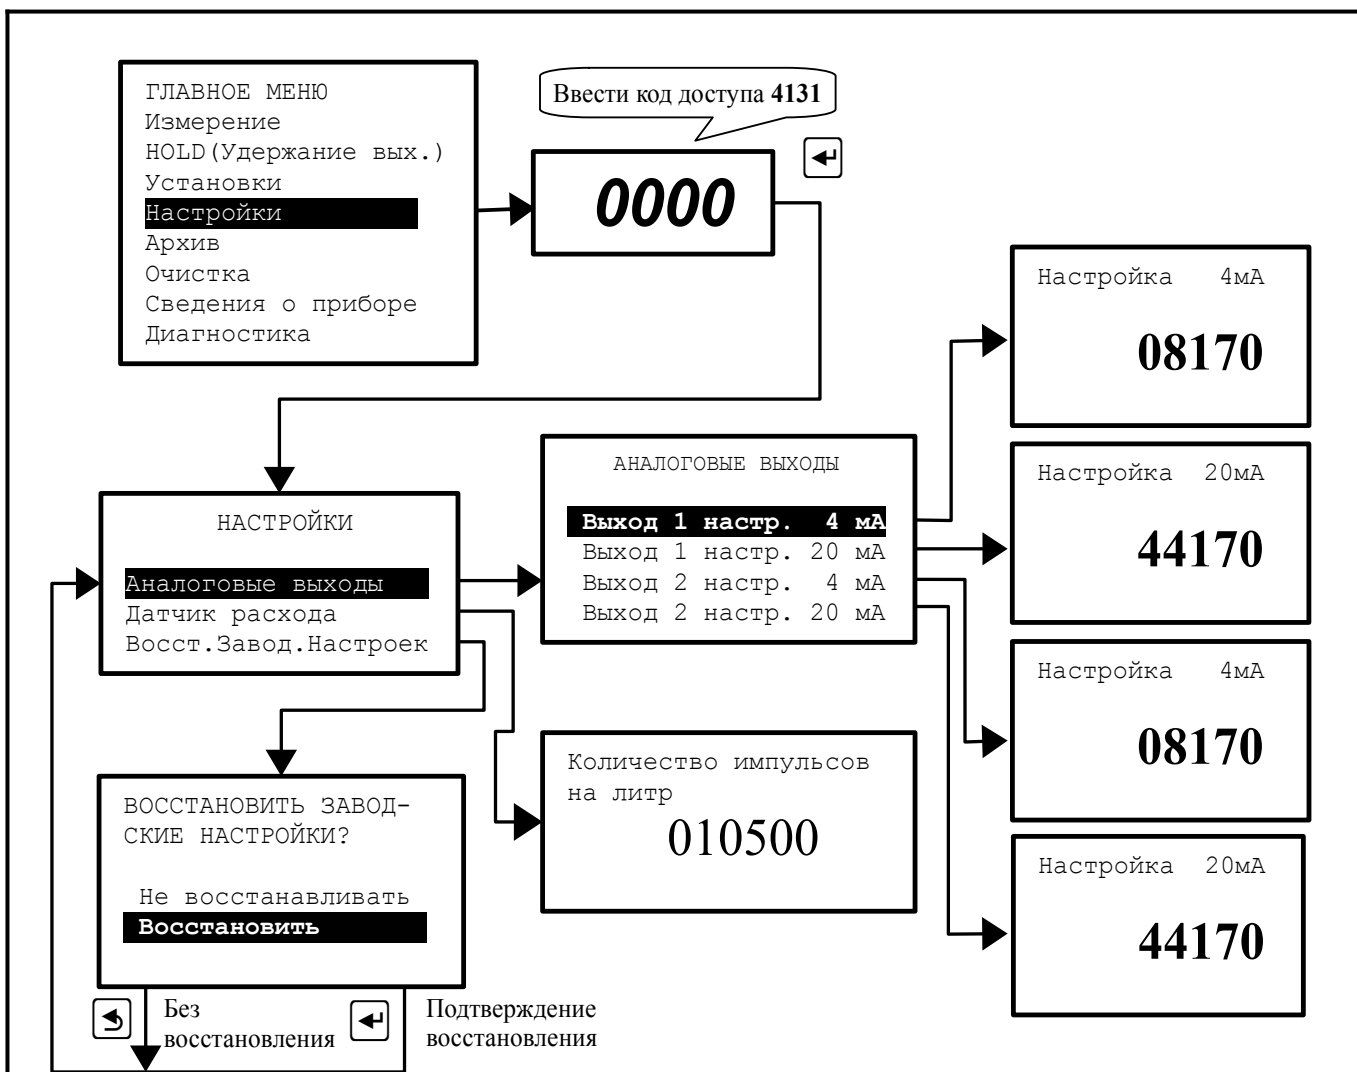

Рисунок 17 - Меню «НАСТРОЙКИ»
3.3.5.1 Вход в это меню защищён паролем, поскольку в нём возможно изменение метрологических настроек рН-метра. Для входа в меню необходимо ввести код доступа «4131», выбрать действие и подтвердить кнопкой  (Рисунок 17).
3.3.5.2 В этом меню в случае отклонения метрологических характеристик рН-метра по выходному току могут быть подстроены аналоговые выходные сигналы. Для этого каждый аналоговый выход ИП должен быть подключен к миллиамперметру. Для каждого выхода должны быть настроены значения токов 4 мА и 20 мА. Процедура настройки изображена на рисунке (Рисунок 17).